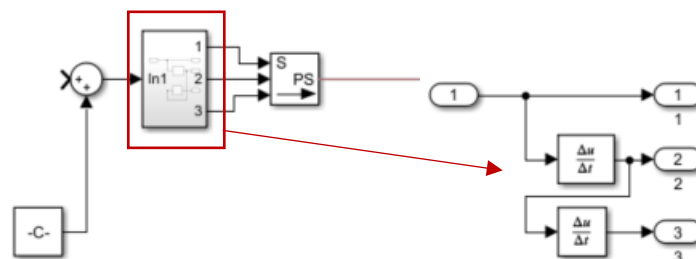

Figure 5 – Architecture de l'actionnement en mouvement
librairie SimScape) pour convertir les données simulink vers le système « physique » du robot. Ce bloc devra être paramétré pour recevoir des données de mouvement (en radians ici) ainsi que les deux dérivées de cette valeur (correspondant à  $\dot{q}$  et  $\ddot{q}$ , nécessaires pour pouvoir résoudre l'équation (1)). En supposant que l'entrée est une position, il sera nécessaire de réaliser le sous système présenté figure 5 pour obtenir la vitesse et l'accélération correspondante.